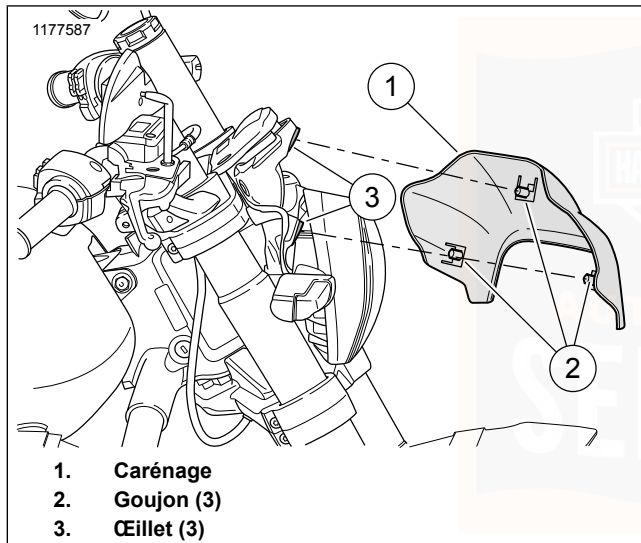

Figure 43. Carénage
1. Voir Figure 43. Déposer le carénage.
- a. Tirer le carénage (1) vers l'avant pour libérer les goujons de montage (2) des œillets (3).